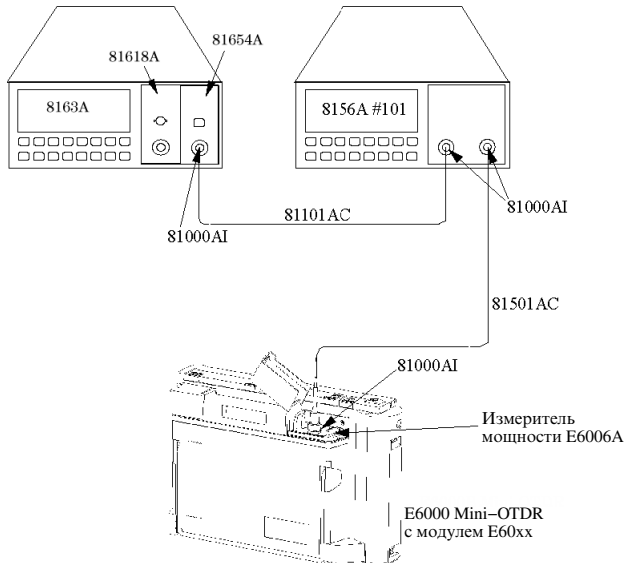

Рис. 86 Схема измерений с длиной волны 1310 нм и 1550 нм: измерение тестового устройства
- Подключение аттенюатора к тестовому устройству** **9** Соедините кабелем тестовое устройство и выход аттенюатора, как показано на Рис. 86.
| Подключение аттенюатора к тестовому устройству | <p>12 Соедините кабелем тестовое устройство и выход аттенюатора, как показано на Рис. 86.</p> |